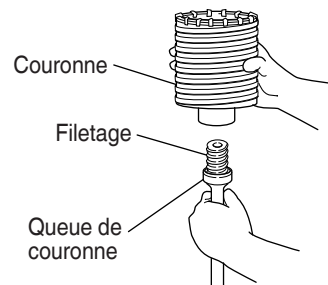

Fig. 18
- (1) Monter la couronne sur la queue de couronne. (Fig. 18)